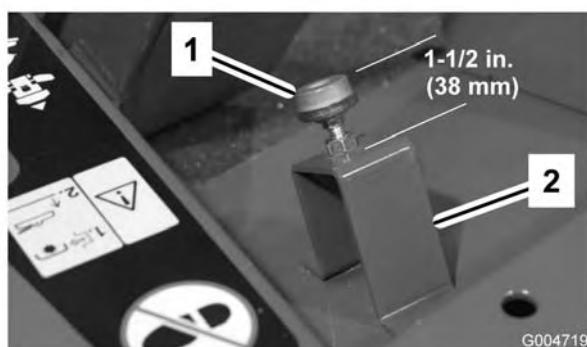

Bild 67
- Prüfen Sie die Einstellung des Anschlages des Fahrpedals. Der Abstand zwischen der Oberseite des Ständers und der Oberseite des Anschlages muss 38 mm betragen (Bild 67).